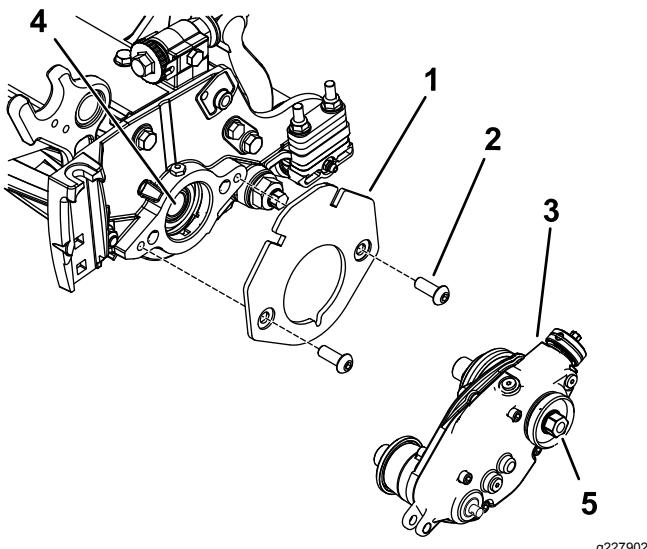

Figura 9
2. Fije el soporte de los pesos al molinete con 2 pernos allen de cabeza redonda ($\frac{3}{8}$ " x $\frac{3}{4}"), como se muestra en Figura 9.$
3. Aplique fijador de roscas de resistencia media (por ejemplo, Loctite® 243 azul) a las roscas del eje interno del molinete (Figura 9).
4. Conecte la caja de transmisión del gromer al eje del molinete (Figura 9) usando la cabeza